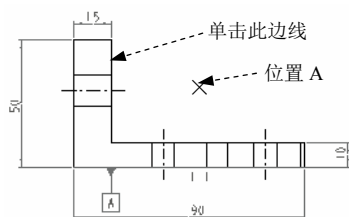

图 10.11.33 选取曲面
(1) 在左边的公差符号区域中，按下垂直度公差符号 .
(2) 在 **基准参考** 选项卡中进行下列操作：
① 定义公差参考。如图 10.11.32 所示，单击“参考”选项组中的“类型”箭头 ，在弹出的下拉列表选取 **曲面** 选项，单击图 10.11.33 所示的边线。
② 定义公差的放置。如图 10.11.32 所示，单击“放置”选项组中的“类型”箭头 ，从下拉列表选取 **法向引线** 选项，在系统弹出的 **LEADER TYPE (引线类型)** 菜单中选择 **Arrow Head (箭头)** 命令。再次单击图 10.11.33 所示的边线，然后在 **LEADER TYPE (引线类型)** 菜单中选择 **Done (完成)** 命令。用鼠标中键单击图 10.11.33 所示的位置 A，以放置公差。